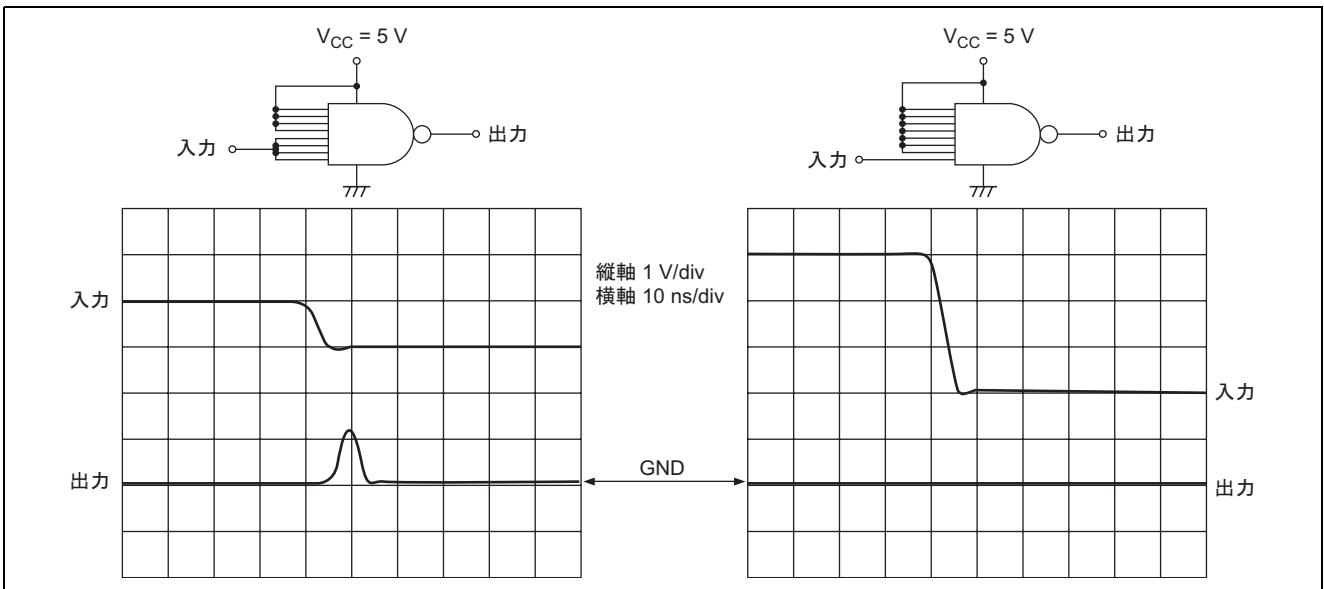

図 5 “H”入力電圧の変動による出力異常波形 (HD74LS30)
- 使用しない入力端子を、同じゲートの使用している入力端子に接続した場合、図 5 に示す HD74LS30 (8 入力 NAND ゲート) の t_{PHL} 波形のように、接続する入力数が増えると、 t_{PHL} が大幅に短くなり、AC ノイズマージンを低下させる場合がありますので、注意が必要です。